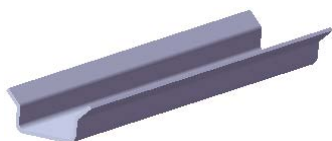
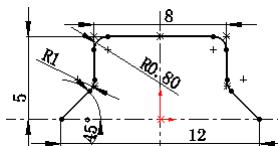

图 13.3.2 基体一法兰 1
图 13.3.3 横断面草图
Step2. 创建图 13.3.2 所示的钣金基础特征——基体一法兰 1。
(1) 选择命令。选择下拉菜单 **插入(I)** → **钣金(B)** → **基体法兰(A)...** 命令(或单击“钣金”工具栏上的“基体法兰/薄片”按钮 )。
(2) 定义特征的横断面草图。选取前视基准面作为草图基准面, 绘制图 13.3.3 所示的横断面草图。
(3) 定义钣金参数属性。在 **方向1** 区域的下拉列表中选择 **两侧对称** 选项, 在 **D1** 文本框中输入深度值 65.0; 在 **钣金参数(S)** 区域的 **T1** 文本框中输入厚度值 0.15, 在 **R** 文本框中输入折弯半径值 1.0。
(4) 单击  按钮, 完成基体一法兰 1 的创建。